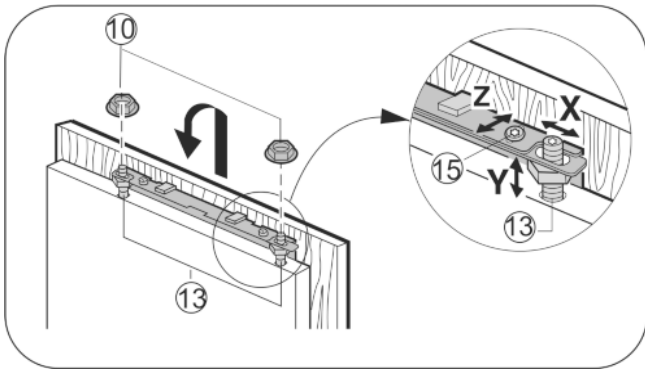

Fig. 19
- ▶ Möbeltür auf die Justagebolzen Fig. 19 (13) einhängen und Kontermuttern Fig. 19 (10) locker auf die Justagebolzen schrauben.
- ▶ Möbeltür in der Höhe Y und in der seitlichen Neigung ausrichten: Justagebolzen Fig. 19 (13) mit einem Schraubendreher einstellen.
- ▶ Kontermuttern Fig. 19 (10) anziehen.